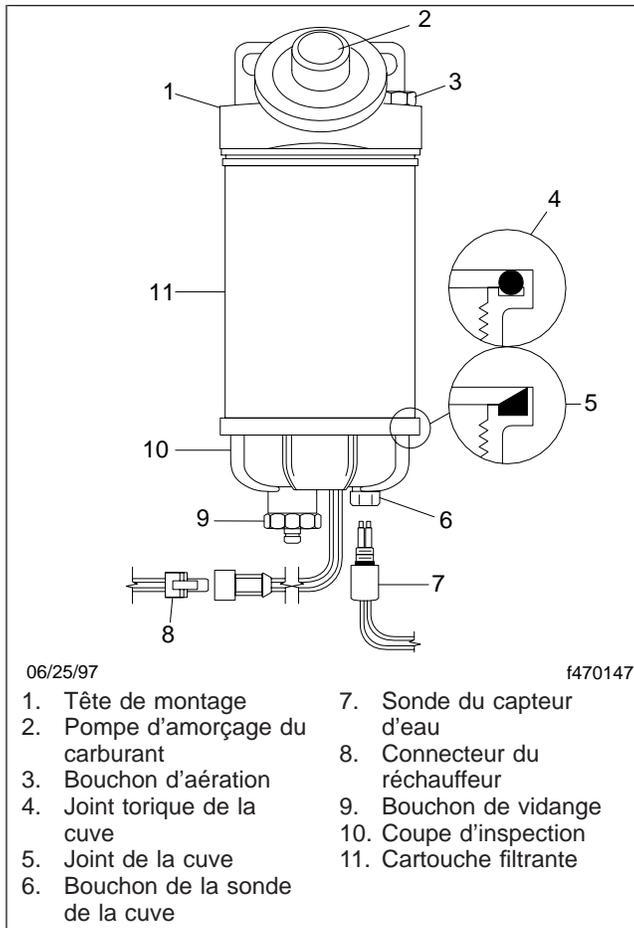

Fig. 1, Séparateur carburant-eau Alliance
- 8.1 Desserrez le bouchon d'aération. Actionnez ensuite la pompe d'amorçage jusqu'à ce que le carburant sorte du bouchon d'aération. Voir la figure 1.